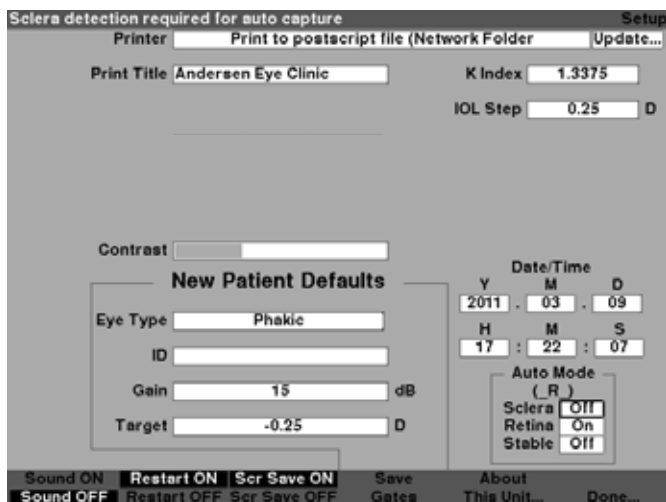

Figura 5-68 Modo automático da esclera selecionado
1. Dentro da tela de Configuração, gire o botão para selecionar o campo de Esclera do Modo automático, indicado pela borda sólida em preto conforme mostrado na Figura 5-68.